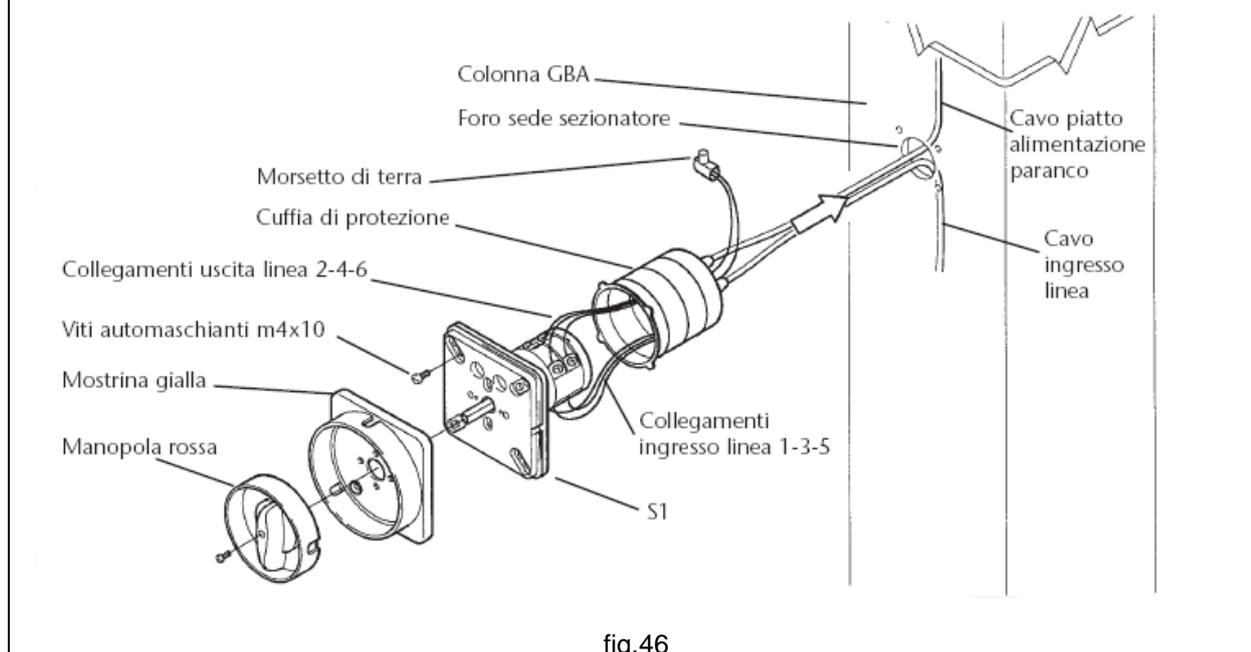

fig.46
2. Positionner dans le trou de la colonne expressément créé le sectionneur en raccordant les câbles électriques, et terminer le montage en appliquant le cache et le bouton rotatif comme dans la figure 46.